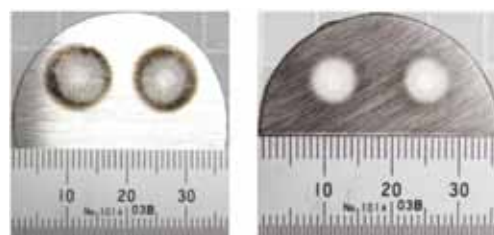

図2 鉄鋼のスパーク放電発光後の放電痕
- ①鉄鋼・銅合金・アルミ合金・亜鉛合金・マグネシウム合金・スズ合金・鉛合金の定量
- ②鉄鋼中の窒素、銅合金中の酸素の定量
- ③特定の鉄鋼・アルミ合金・銅合金は、最小で6ミリ径の試料まで測定可能（図2）